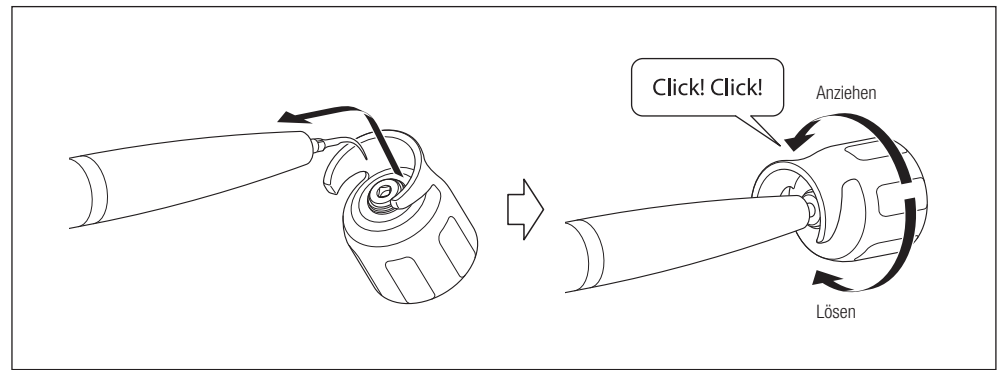

Abb. 16
- 3) Führen Sie den quadratischen Teil des Aufsatzes in das gleichförmige Loch am Drehmomentschlüssel (CR-10) ein. Drehen Sie den Drehmomentschlüssel, bis er mit einem Klicken einrastet. Halten Sie dabei das Handstück so, dass das Handstückkabel nicht verdreht wird. Zum Entfernen des Aufsatzes drehen Sie den Drehmomentschlüssel in die Richtung des Pfeils „Lösen“ (Abb. 16).